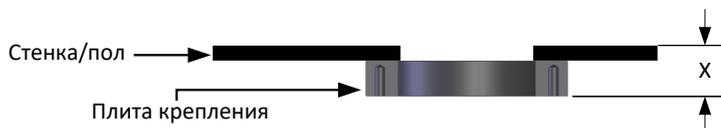

Рисунок 19: Измерение глубины вставки
1. Как только плита крепления будет приварена к отверстию соответствующего размера, следует измерить расстояние от наружной поверхности плиты крепления до внутренней стенки (x) (Рисунок 19).